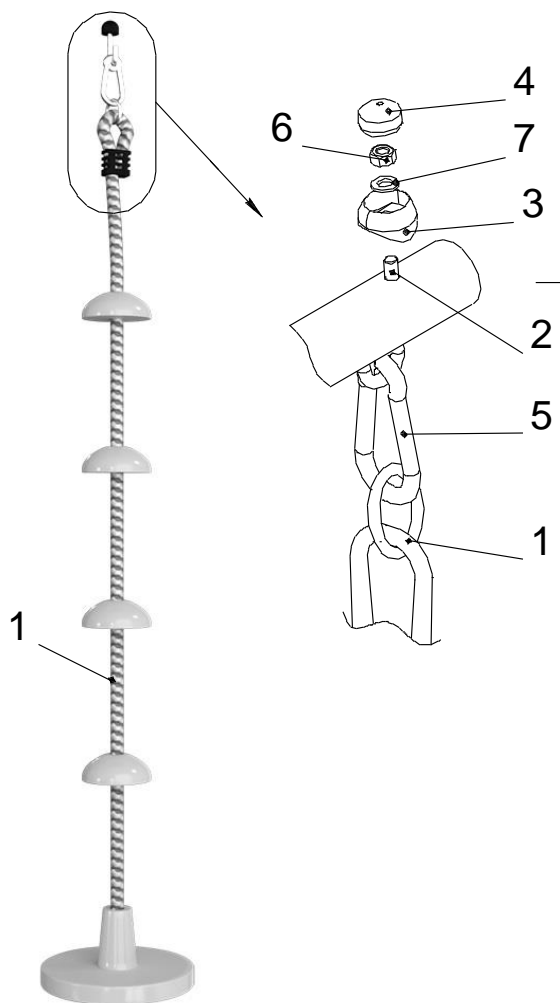

Рис.2
5.2 Установите Качели на Ваше изделие согласно рис. 2.